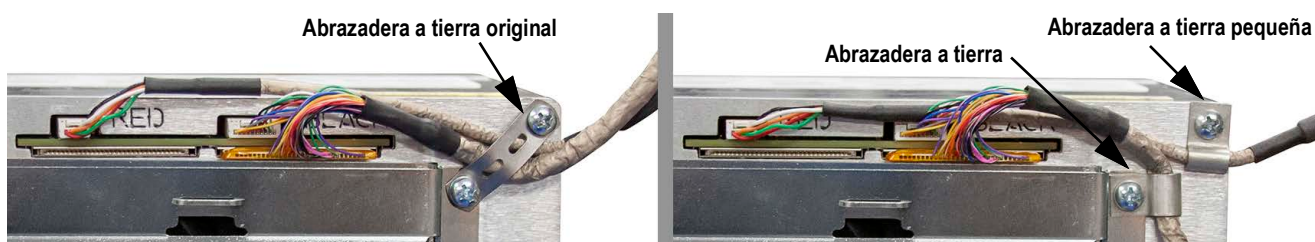

Figura 2-19. Puesta a tierra del blindaje de la caja del controlador
7. Retire la abrazadera a tierra original usada para los cables de pantalla y pantalla táctil, consulte la Figura 2-19 en la página 34.
8. Ponga a tierra el cable de pantalla y el cable de pantalla táctil a través de la caja del controlador usando las dos abrazaderas de puesta a tierra. La abrazadera de puesta a tierra N.º de ref. 193810 posee un radio menor, y se debe usar para el cable de pantalla táctil.